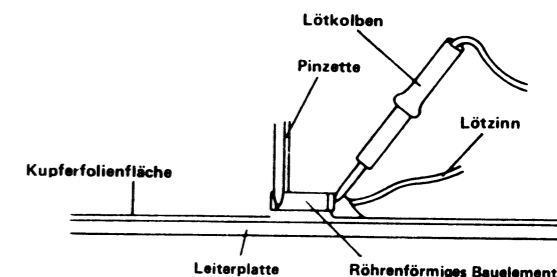

Abbildung 22-4
- Während nun ein Ende des Bauelements mit der Pinzette festgehalten wird, die beiden Anschlüsse nun hintereinander vollständig festlöten. Siehe Abbildung 22-4.
- Beim Berühren des Bauelements mit einer Pinzette immer nur die Anschlüsse mit der Pinzette halten, jedoch niemals den Bauelementkörper selbst. Siehe Abbildung 22-4.